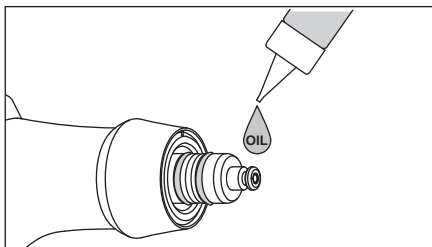

Fig.15
- 1) Asciugare bene l'O-ring del contenitore della polvere e depositarvi una piccola goccia dell'olio per turbina in dotazione, stendendola bene con le dita o altro sup-porco (Fig. 15).